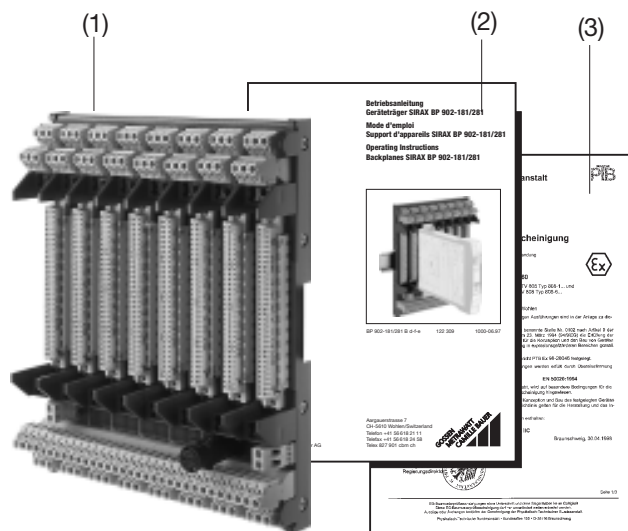

Fig. 1
2. Etendue de la livraison (Fig. 1)